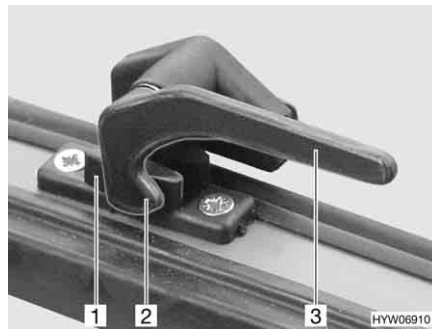

Fig. 64 Leva di serraggio in posizione "Chiuso"
- Ruotare la leva di serraggio (Fig. 64,3) di un quarto di giro verso il centro della finestra.
- Ruotare la leva di serraggio (Fig. 64,3) di un quarto di giro verso il telaio della finestra. Il nasello di chiusura (Fig. 64,2) si trova sul lato interno della chiusura della finestra (Fig. 64,1).
- In posizione "Completamente chiusa" (Fig. 64)